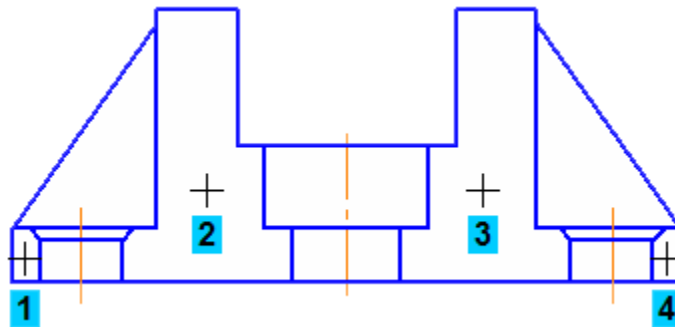

Рисунок 32.
- Укажите четыре точки в областях, которые нужно заштриховать. По мере указания точек система будет строить фантом штриховки (рис. 32).